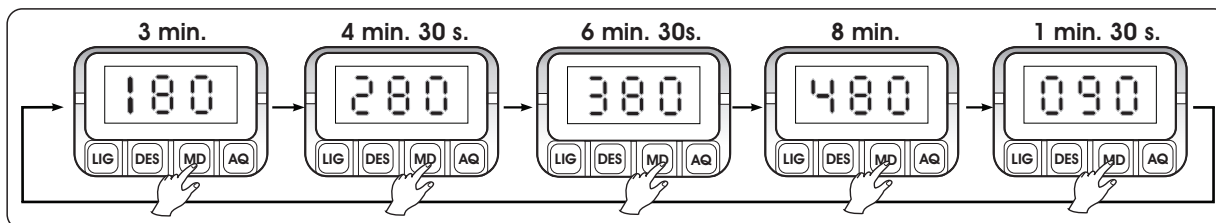

Fig.13
- 6▶ Selecione o tempo desejado no teclado utilizando a tecla **MD**. A seleção de tempo inicia com o ciclo padrão de 180s (3 min.). A cada toque na tecla **MD**, o display exibirá um dos 5 tempos de limpeza pré-programados (Fig. 13).